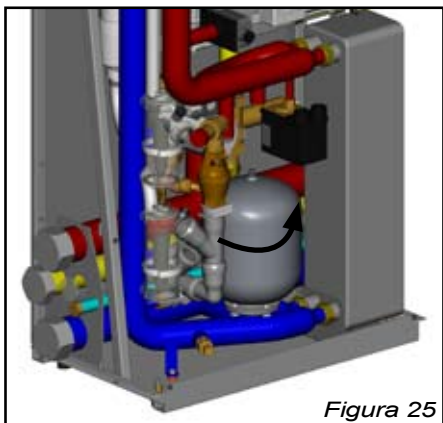

Figura 25
- 2) Svitare il vaso d'espansione posto sul lato inferiore del gruppo termico ruotando in senso antiorario (figura 25 e 26).